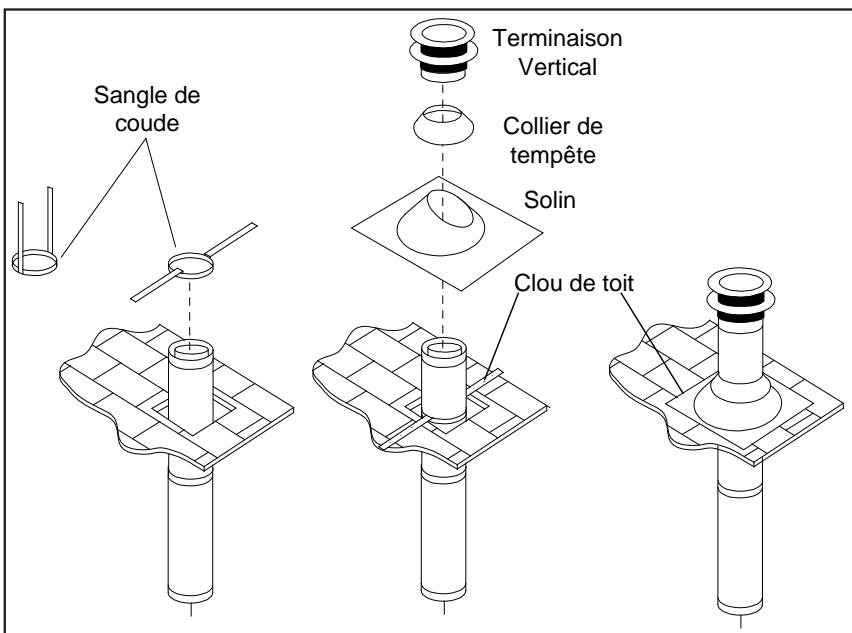

Figure 28. Terminaison d'Évent Vertical
**Étape 6.** Une fois les sections de pipe ont été joints, et placer jusqu'à travers le trou dans le toit, placer une sangle équerre sur les sections exposées et courber les sangles de soutien vers l'extérieur. Pousser la sangle vers le bas pour être niveau au toit, comme illustré à la Figure 28. Serrer le collier de serrage autour de la section de tuyau. Utilisez un niveau pour vous assurer que le tuyau est véritablement à la verticale. Avec des clous de toiture, serrer les sangles sur le toit. Sceller les trous de clous chefs avec un silicone extérieur. Couper l'excédent de longueur des sangles de soutien qui s'étendent au-delà du bord du clignotant.
**Étape 9.** Glisser la collet d'étanchéité sur la pipe, col et poussez-le en haut du toit de clignoter comme illustré à la Figure 28. Utiliser le produit d'étanchéité non durcissant autour du joint entre le tuyau et le collier de tempête.